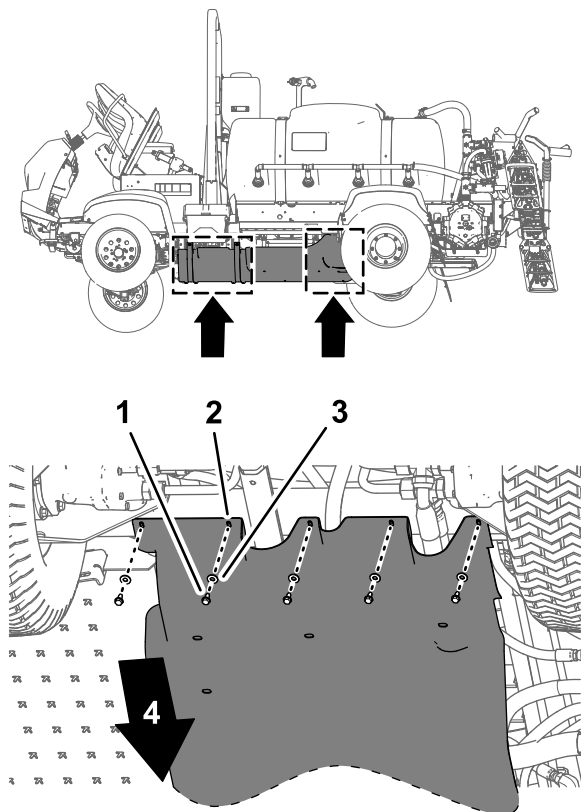
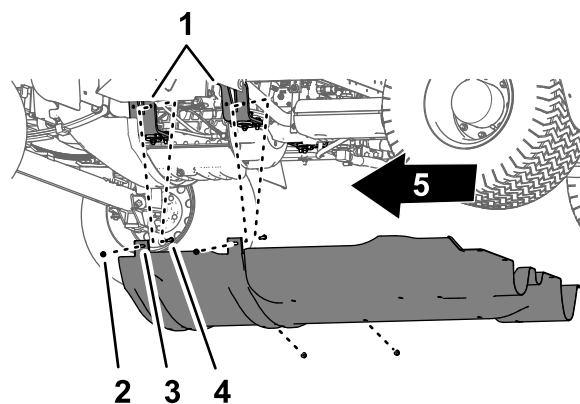

图 55
图 56
1. 拆下将起落架保护罩后部固定至机器底盘上的 5 个凸缘头螺栓 5/16 x 7/8 英寸和 7 个垫圈 5/16 英寸 图 55。
2. 从将起落架保护罩安装凸耳固定至机器发动机安装支架上的螺栓和起落架螺栓拧下 4 个凸缘锁紧螺母 5/16 英寸 图 56。
4. 从机器上拆下底盘保护罩 图 55 和 图 56。
1. 将起落架保护罩与机器的底部机箱对齐请参阅 拆下底盘保护罩 \(页码 40\) 的 图 56。
2. 将起落架保护罩的安装凸耳滑动到机器发动机安装支架上的螺栓和托架螺栓上方请参阅 拆下底盘保护罩 \(页码 40\) 中的 图 56。
3. 使用在 拆下底盘保护罩 \(页码 40\) 的步骤 2 中卸下的 4 个凸缘锁紧螺母 5/16 英寸将起落架保护罩安装到发动机安装支架上 图 56。
4. 将起落架保护罩后部的孔与机箱上的孔对齐请参阅 拆下底盘保护罩 \(页码 40\) 中的 图 55。
5. 使用在 拆下底盘保护罩 \(页码 40\) 的步骤 1 中卸下的 5 个凸缘头螺栓 5/16 x 7/8 英寸和 5 个垫圈 5/16 英寸将起落架保护罩的后部安装到机箱上 图 55。